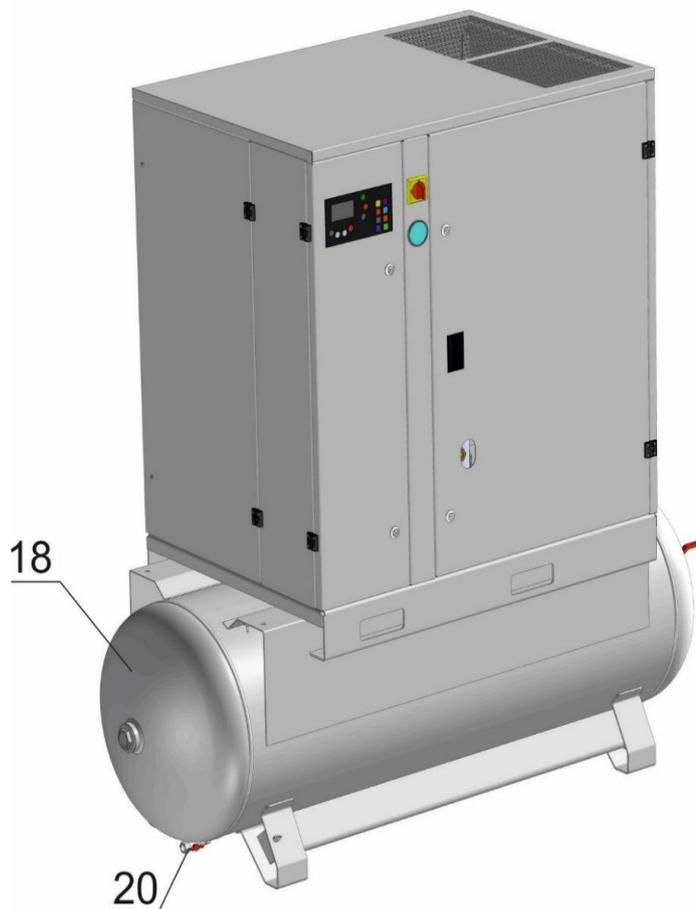

Рисунок 2 – Общий вид компрессорных установок ВК25-...-500(BC), 30-...-500(BC)
**18 – Ресивер воздушный** (см. рисунок 2 или 3) предназначен для сбора сжатого воздуха, устранения пульсации давления, предварительного отделения конденсата и масла. Ресивер одновременно является корпусом, на котором смонтированы агрегаты компрессорной установки.
**20 – Конденсатоотводчик** (см. рисунок 2 или 3) предназначен для удаления скопившихся в ресивере конденсата и масла.